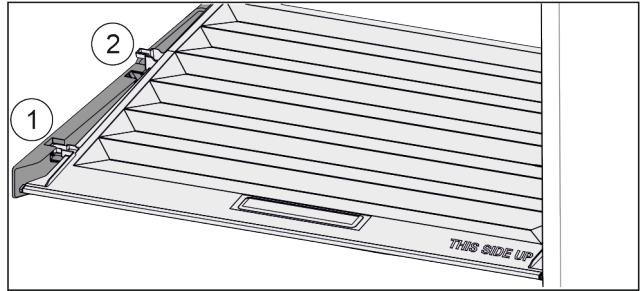

Fig. 58
- ▶ Trekk dekkelet til åpningen i holdedelene fremover Fig. 58 (1).
- ▶ Løft ut nede bak og ta opp og ut Fig. 58 (2).